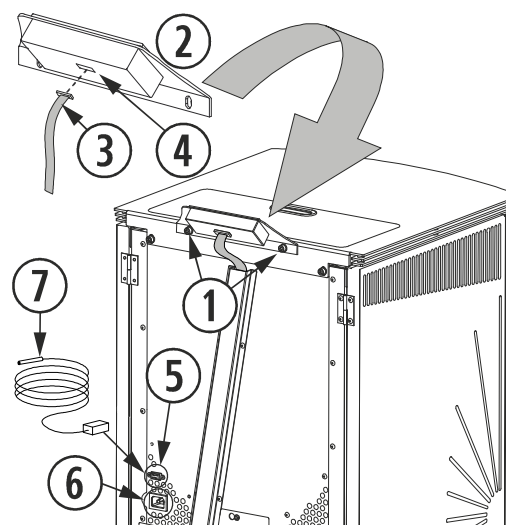

Figura 9
Debemos ajustar los tornillos que fijan el soporte a la estufa (①), tal y como se indica en la *figura 9*, conectar la cinta plana de conexión del teclado (③), que está situada en la parte trasera sujeta con una cinta adhesiva y conectarla en la parte trasera del teclado (④), sólo tiene una posición de conexionado.